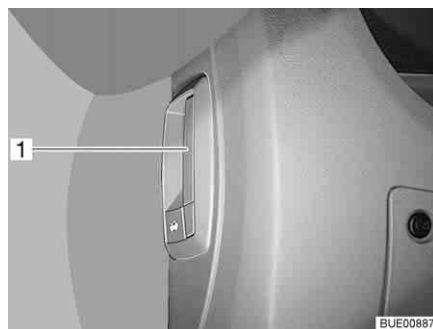

Fig. 29 Levier de déverrouillage capot moteur (dans le véhicule)
- Tirer sur le levier (Fig. 29, 1) à gauche sous le tableau de bord.